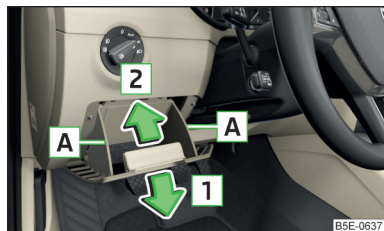

Fig. 229
- Apucați compartimentul de depozitare din lateral în zona **A** și deschideți-l prin tragere în sensul săgeții **1** (pentru deschidere este necesară aplicarea unei forțe mai ridicate) » fig. 229.